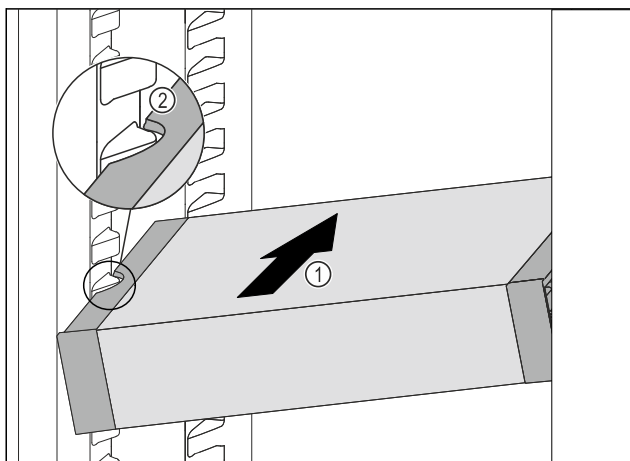

Fig. 86
- Zasuňte VarioSafe do chladničky pod úhlem tak Fig. 86 (1), aby vybrání na bocích Fig. 86 (2) VarioSafe byla na úrovni žebrování na nádoby v chladničce.